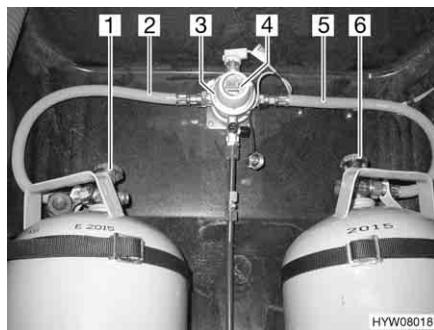
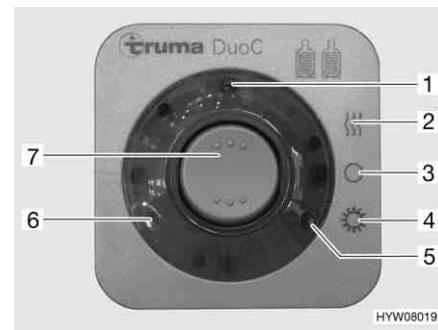

Fig. 75 Impianto di commutazione DuoControl
Fig. 76 Centralina di controllo
L'impianto di commutazione DuoControl è costituito da una valvola di commutazione (Fig. 75,3) e da una centralina di controllo (Fig. 76). La valvola di commutazione è installata tra i tubi del gas (Fig. 75,2 e 5). Con la manopola (Fig. 75,4) sulla valvola di commutazione è possibile stabilire, quale delle bombole del gas viene utilizzata come bombola in uso e quale bombola del gas viene utilizzata come bombola di riserva.
Sulla centralina di controllo (Fig. 76) possono venire azionate solo le funzioni elettriche. Le valvole principali di arresto delle bombole del gas (Fig. 75,1 e 6) devono essere aperti manualmente.
La valvola di commutazione garantisce una pressione del gas costante, indipendentemente da quale bombola provenga l'alimentazione del gas. Le due spie di controllo sulla centralina di controllo indicano il livello di riempimento della bombola in uso. Se è accesa la spia di controllo verde (Fig. 76,6), la bombola in uso è piena. Se è accesa la spia di controllo rossa (Fig. 76,5), la bombola in uso è vuota. Il rifornimento di gas avviene poi tramite la bombola di riserva.
- Aprire le valvole principali di arresto delle bombole del gas (Fig. 75,1 e 6).
- Con la manopola (Fig. 75,4) sulla valvola di commutazione (Fig. 75,3) selezionare la bombola del gas, da cui proviene la principale alimentazione del gas (bombola in uso). Girare la manopola fino all'arresto.
- Sulla centralina di controllo (Fig. 76) attivare l'impianto di commutazione DuoControl. Posizionare l'interruttore a bilico (Fig. 76,7) su funzionamento invernale "On e riscaldamento" (Fig. 76,2) oppure su funzionamento estivo "On" (Fig. 76,4). La valvola di commutazione è ora disareata. La spia di controllo gialla (Fig. 76,1) è accesa, se si seleziona la modalità di funzionamento invernale e l'impianto antighiaccio con regolatore è attivato.
- Portare l'interruttore a bilico (Fig. 76,7) in posizione "O" (Fig. 76,3). La spia gialla di controllo (Fig. 76,1) si spegne.
- Chiudere le valvole principali di arresto delle bombole del gas (Fig. 75,1 e 6).
Le spie di controllo sulla centralina di controllo (Fig. 76,5 e 6) segnalano all'interno del veicolo, se la bombola in uso è pronta al funzionamento.
Se la spia di controllo verde (Fig. 76,6) si spegne durante il funzionamento e la spia di controllo rossa (Fig. 76,5) si accende, significa che la bombola del gas selezionata come bombola in uso è vuota e deve essere sostituita. La bombola di riserva continua ad alimentare le utenze a gas.